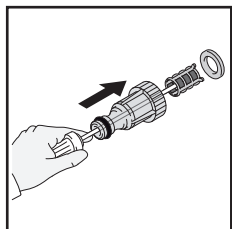

Fig. 17
- La pantalla dentro del adaptador claro debe ser limpiado periódicamente. Inserte una pluma o el lápiz en pequeño hoyo a fines del adaptador. El filtro de la pantalla deslizará fuera (Fig. 17). Aclárelo con agua potable, y entonces colóquelo atrás en el adaptador.